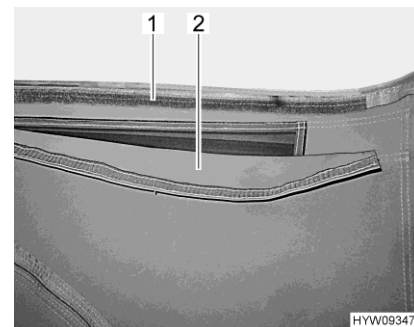

Bild 38 Ventilation (öppet)
- Drag upp tygremmen (Bild 38,2) och tryck på kardborrbandet (Bild 38,1).